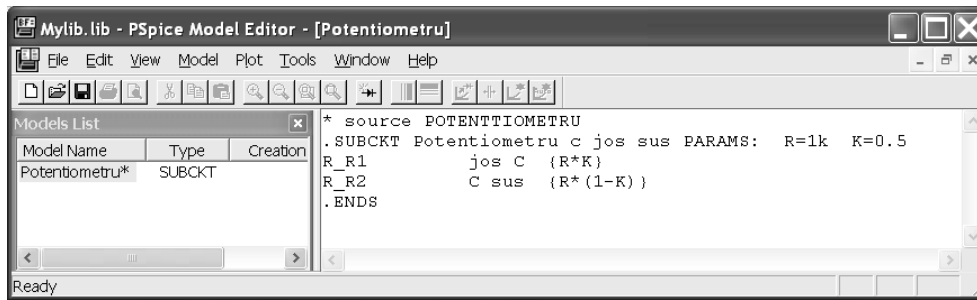

Figura 5.21. Modelul subcircuitului *Potentiometru*
4. În biblioteca de modele a fost inserat modelul potențiometrului. Modificați denumirea subcircuitului din *schematic1* în *Potentiometru* și adăugați la sfârșitul instrucțiunii *.SUBCKT* textul *PARAMS: R=1k K=0.5*, ca în figura 5.21.